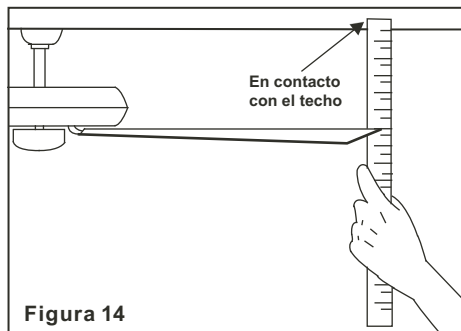

Figura 14
2. La mayoría de los problemas de oscilación se originan cuando los niveles de las aspas son desiguales. Revisar este nivel por medio de seleccionar un punto del techo por encima de la punta de una de las aspas. Medir esta distancia como se muestra en la Figura 14. Rotar el ventilador hasta que la siguiente aspa esté ubicada para medición. procedimiento para cada aspa. Las medidas repetidas para hacer funcional deben mantenerse dentro de 1/8 pulgadas (3mm).